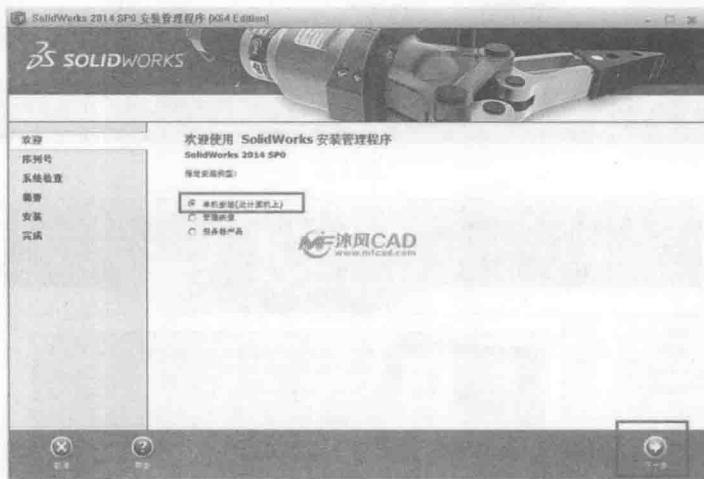

图 1.1
**Step 01** 单击安装光盘或安装文件夹中的可执行安装文件，进入如图 1.1 所示的安装初始界面，选择“单机安装（此计算机上）”选项，然后单击“下一步”按钮。